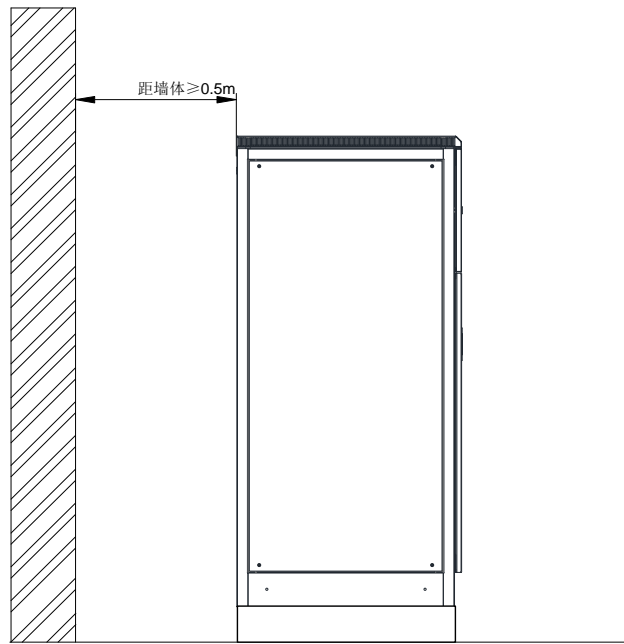

图 4-1 调光柜距离墙体最小距离
- 设备后门距离墙体或遮挡物应在 500mm（图 4-1）以上，便于接线和检修。